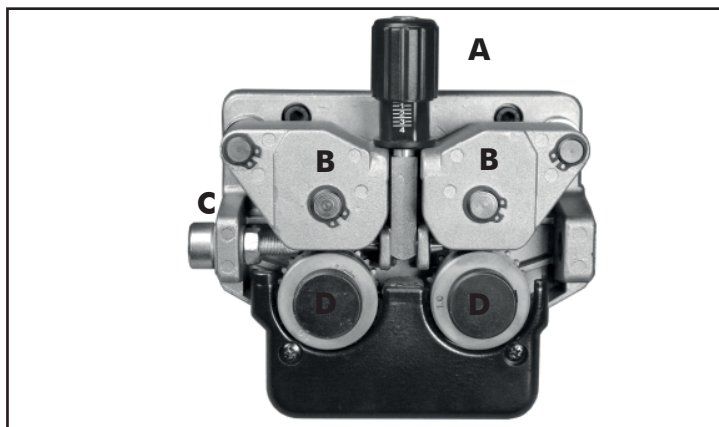

Figure 13 - Moteur dévidoir
- Desserrer et abaisser le bouton en plastique (A) et relâcher le levier presse-fil (B)(Fig.13). Extraire les résidus de fil éventuels de la gaine guide-fil.